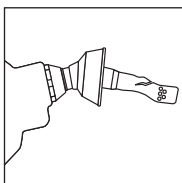

Figure 13
- Le bec peut être courbé ou endommagé. (Voir Fig. 13)